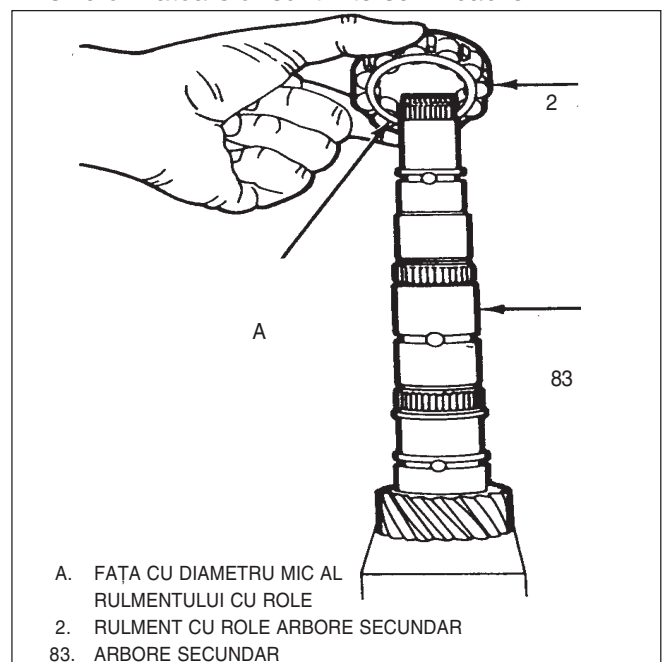
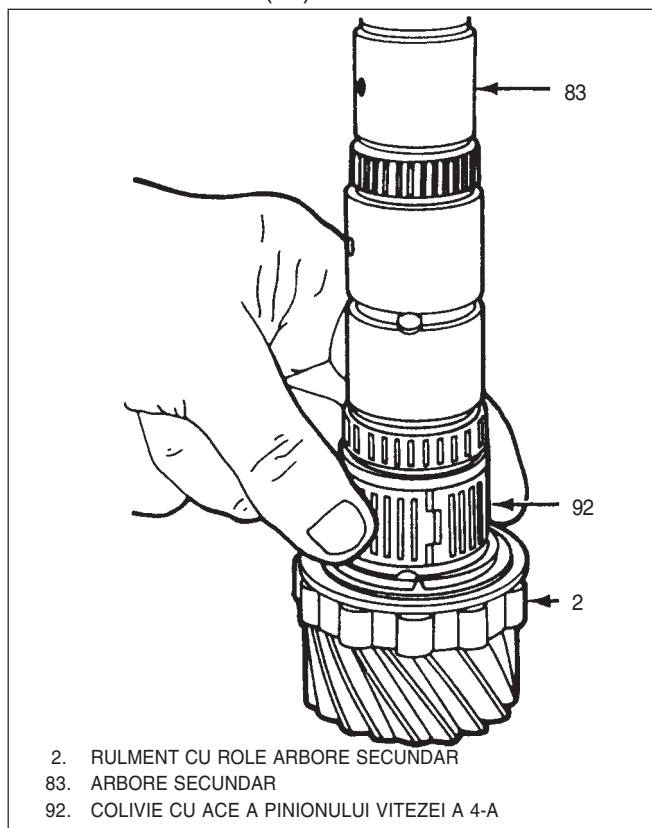

Fig. 34 Montare rulment arbore secundar
Fig. 35 Montare colivie cu ace pinion viteza a 4-a
☞ Montare sau conectare(Fig 34 ÷ 38, 41 ÷ 44, 48, 52, 55, 56 și 57)
- 2) Rulment cu role arbore secundar(2) pe arborele secundar(83), Fig 34.
- 3) Semiinele(3) și inel(5).
- 4) Colivie cu ace pinion viteza a 4-a(92), Fig 35.
5) Pinion viteza a 4-a(6) și inel sincronizator3-4(7) pe arborele secundar(83).